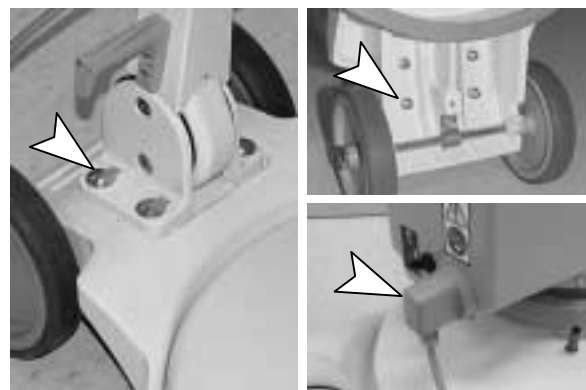

ABB. 1
1. Bringen Sie die Bedienungsgriff-Einheit, wie angegeben, auf dem unteren Teil der Maschine an. Stecken Sie die (4) mitgelieferten Schrauben durch die Oberseite der Griffhalterung und in den unteren Teil der Maschine. Sichern Sie die Schrauben von der Unterseite der Maschine her mit Muttern und Unterlegscheiben mit einem 13-mm-Schlüssel (Abbildung 1).
2. Schließen Sie das Netzkabel an die Steckdose im Schaltergehäuse an (Abbildung 1).